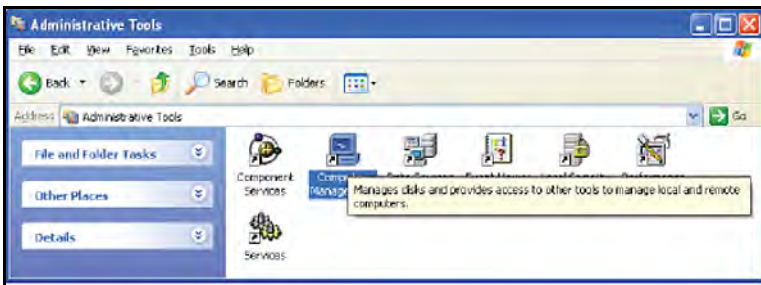

Figura 114: Herramientas administrativas (Icono de administración de equipos)
2. Desde la ventana Herramientas administrativas, haga clic en Administración de equipos (ver *Figura 114* a continuación).